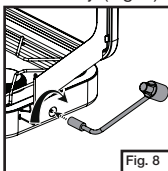

Fig. 8
- Empuje y enrosque el regulador en la estufa en el sentido de las agujas del reloj. (Fig. 8)